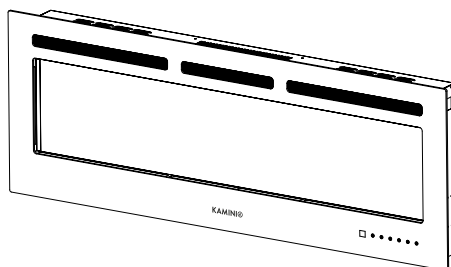

Abb. 8
2. Legen Sie das Gerät mit der Vorderseite nach oben auf eine weiche, gerade Oberfläche. Entfernen Sie die Schrauben, die sich auf beiden Seiten der vorderen Glasscheibe befinden (siehe Abbildung 8).